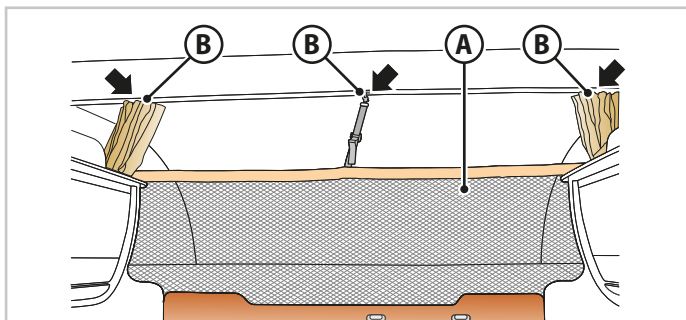
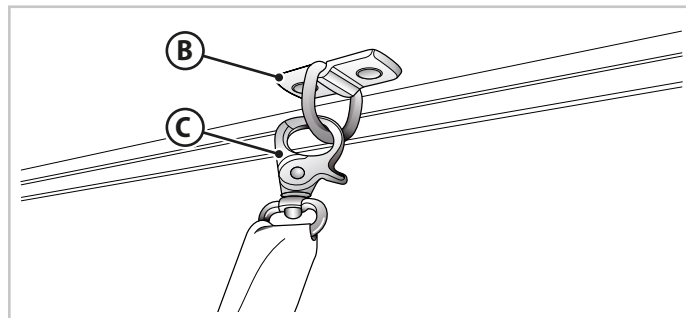

Fig.6.18 - Rete di protezione letto basculante
Fig.6.19 - Gancio rete di protezione
- Fissare la rete di protezione (**A** - Fig.6.18) tramite i ganci (**B** - Fig.6.18 e Fig.6.19) negli appositi anelli (**C** - Fig.6.19).